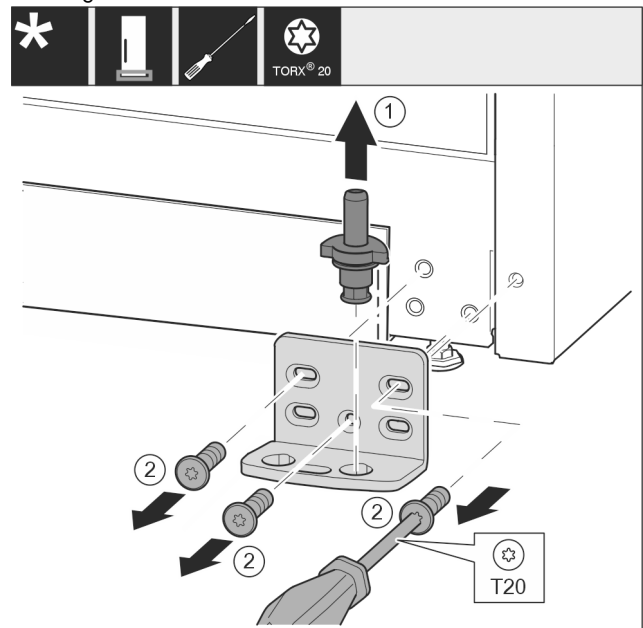

Fig. 18 *
- ▶ Lagerbolzen Fig. 18 (1) komplett nach oben herausziehen.*
- ▶ Schrauben Fig. 18 (2) mit Schraubendreher herausdrehen und Lagerbock abnehmen.*